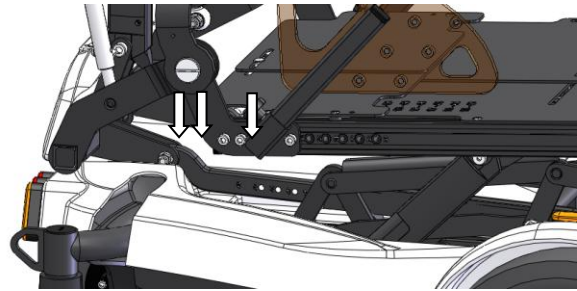

Figure 10 : réglage profondeur d'assise sup.
- Ôtez les trois vis du pivot supérieur d'assise (*des deux côtés du fauteuil*) (voir figure 10)